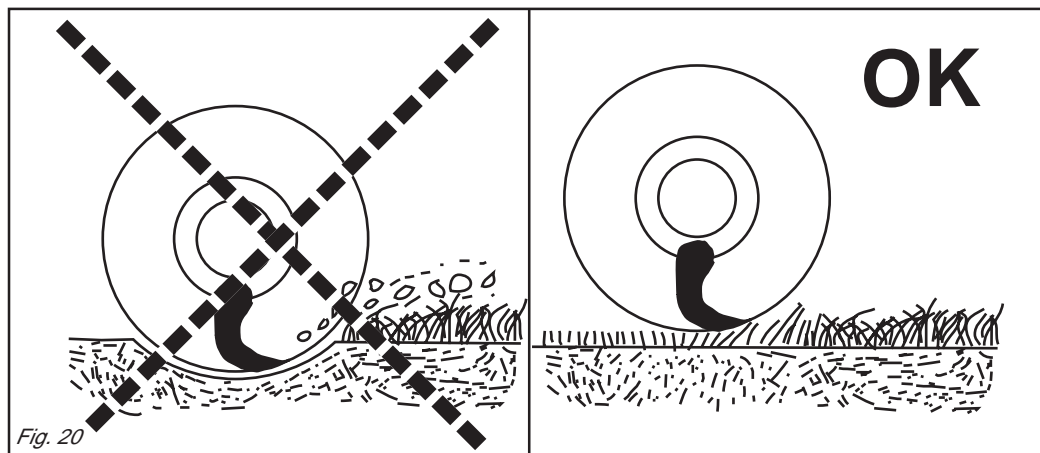

Fig. 20
- Se necessario regolare con il sollevatore l'altezza di lavoro, evitando che gli organi di taglio (coltelli o mazza) vadano a contatto con il terreno (Fig. 20).
- *Adjust the work height with the power lift controls if necessary. Remember that the cutting tools (knives or hammers) must not touch the ground (Fig. 20).*
- Gegebenenfalls mit dem Kraftheber die Arbeitshöhe regeln und dabei vermeiden, daß die Schneidorgane (Messer oder Schlegel) den Boden berühren (Abb. 20).
- *Si nécessaire régler la hauteur de travail avec le relevage, en évitant de mettre les organes de coupe (couteaux ou marteaux) en contact avec le sol (Fig. 20).*
- Si es necesario regular con el elevador la altura de trabajo, evitando que los componentes de corte (cuchillas o martillo) toquen el terreno (Fig. 20).